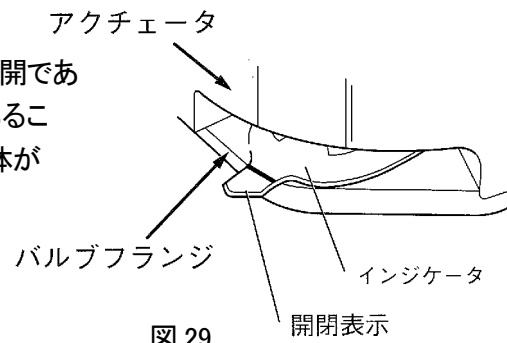
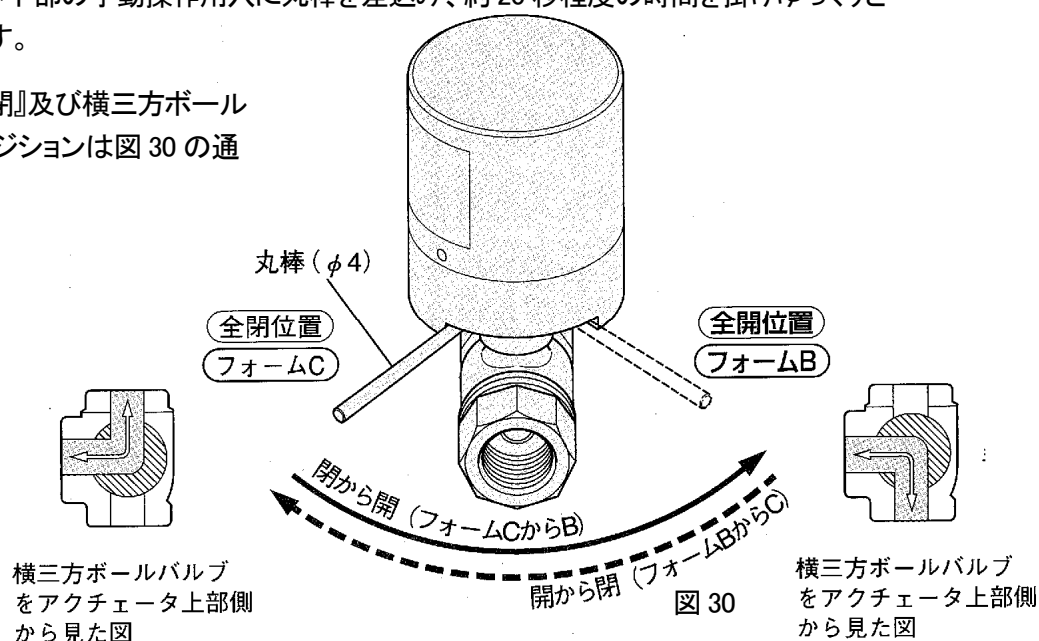

図 29
図 30
- ① バルブインジケータの赤表示が見える場合はバルブが全開であることを示し、赤表示が見えない場合はバルブが全閉であることを示します。(図 29)横三方ボールバルブの場合は、流体が流れているフォーム (B又はC) 側に赤表示が見えます。
- ② 手動操作は、直径 4mm、長さ 15cm 程度の丸棒をご使用ください。尚、丸棒は当社にて別途販売しておりますので、お問い合わせください。
- ③ アクチュエータ下部の手動操作用穴に丸棒を差込み、約 20 秒程度の時間を掛けゆっくりと 90° 回します。
- ④ 『全開』『全閉』及び横三方ボールバルブのポジションは図 30 の通りです。